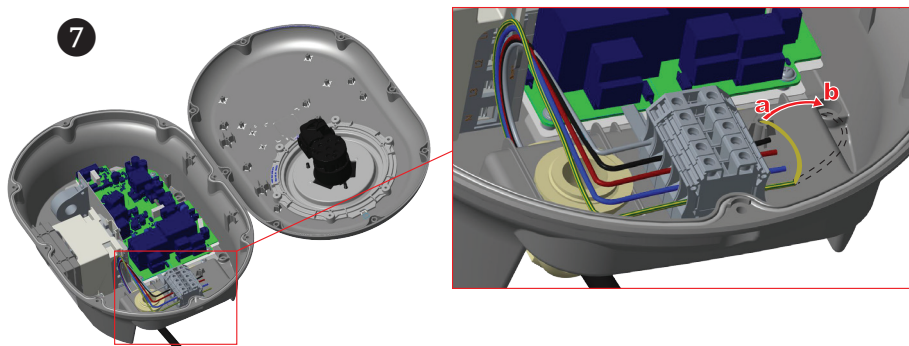

Abb. 7: Wandmontage Schritt 7
7. Wenn Sie die Ladestation an einer leitfähigen Metalloberfläche montieren, können Sie die Erdung über eine Schraube „rechts unten“ mit einem Erdungsverlängerungskabel herstellen (siehe Abb.7). Um die Erdung sicherzustellen, müssen Sie die Position des Erdungskabels von „a“ auf „b“ ändern (siehe Abb. 7). Befolgen Sie die folgenden Anweisungen:
- Setzen Sie die Kunststoffhalterung, die sich im Zubehör befindet, in das Befestigungsloch ein (Abb. 7, Position „b“).